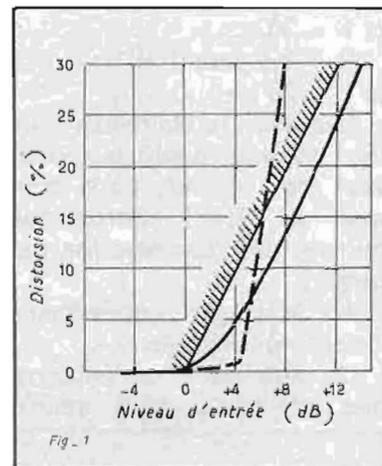

Fig.1 Formes possible d'une courbe de distorsion par harmoniques en fonction de l'amplitude.
- ne jamais donner d'écroutement franc, en cas de surcharge; le taux de distorsion par harmoniques devra donc être progressivement croissant avec l'amplitude, sans présenter de variation brusque (fig 1).